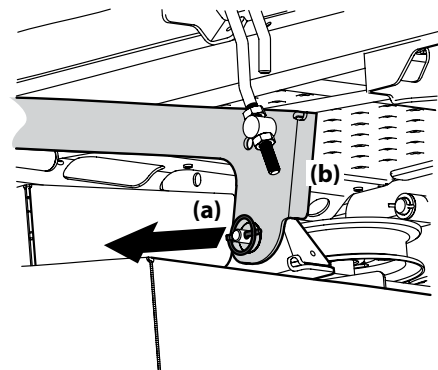

Figura 4-14
- Ubique los pasadores de liberación (a) de la plataforma del lado izquierdo y del lado derecho que se encuentran a cada lado de la plataforma. Tire de los pasadores de liberación de la plataforma (a) hacia afuera y suelte la plataforma de los brazos de elevación (b) del lado derecho e izquierdo de la plataforma. Vea la Figura 4-14.
5. Tire de los pasadores de liberación de la plataforma hacia afuera y ubique la plataforma según sea necesario para alinear los orificios de los brazos de elevación de la plataforma con los pasadores. Consulte la Figura 4-14.